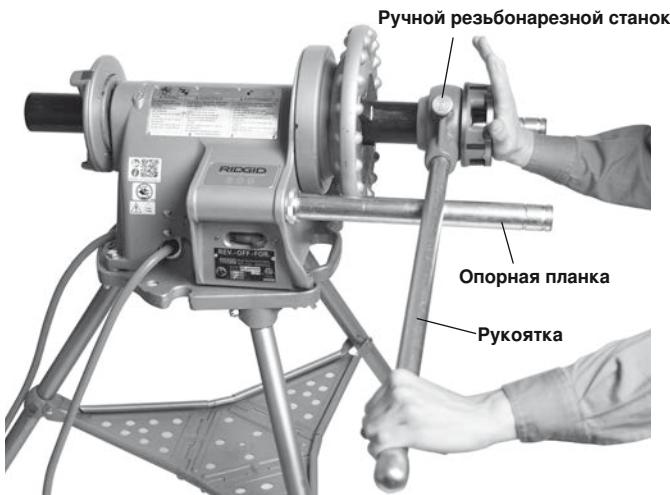

Рис. 17 — Нажатие ручного резьбонарезного станка на трубу для зацепления гребенок
Установите резьбонарезную головку на конец трубы, как показано на *рис. 17*. Опирите рукоятку резьбонарезного станка на опорный стержень со стороны переключателя. Держите конец рукоятки резьбонарезного станка левой
2. Ладонью правой руки надавите на пластину крышки резьбонарезной головки, удерживая резьбонарезную головку на конце трубы (рис. 17). Нажмите на ножной выключатель. Не надевайте перчатки и украшения и не используйте тряпки для прижимания крышки — это повышает опасность затягивания в движущиеся детали и травмирования. Держите руки на расстоянии от вращающейся трубы. Как только гребенки войдут в зацепление, начнется нарезание резьбы, так как гребенки сами натягивают себя на торец трубы.